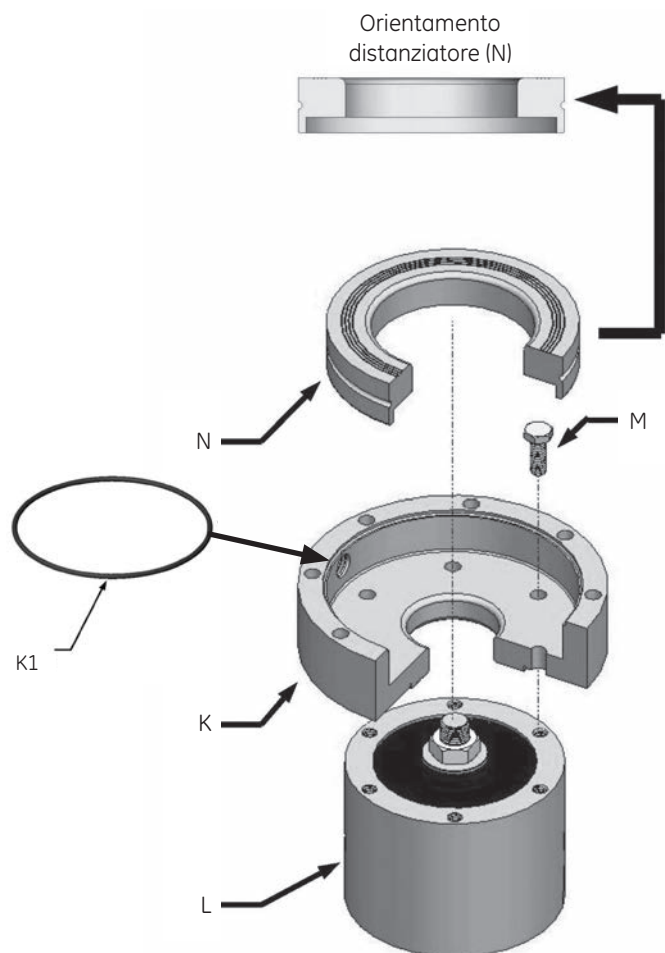

Figura 26 – Assemblaggio flangia inferiore 175-CH
**Fase 1:** Bloccare la flangia inferiore (K) all'assemblaggio corpo superiore (L) utilizzando sei (6) viti a brugola 1/4-20 X 3/4 pollice (M) ed inserire l'O-ring - 046 (K1) nell'apposita scanalatura nella flangia inferiore (K), come indicato nella Figura 26.
**Fase 2:** Posizionare il distanziatore (N) all'interno della flangia inferiore (K).